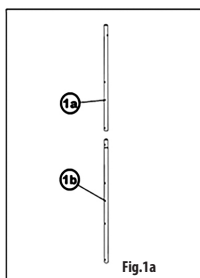
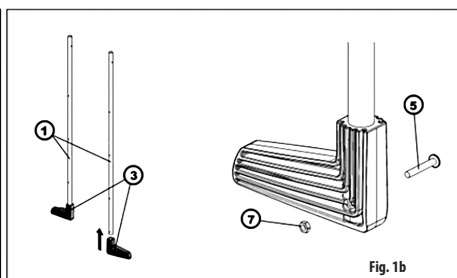

Fig. 1a
Fig. 1b
Introduisez les pieds (3) sur la bonne extrémité (en fonction des orifices) des tubes (1). Bloquez à l'aide des vis (5) et écrous correspondants (7) (Fig. 1b). Pour l'échelle avec 2 sections de tubes pour les piscines de 1,20 m, assemblez les sections supérieure (1a) et inférieure (1b) des tubes (Fig. 1a).